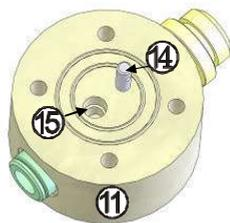
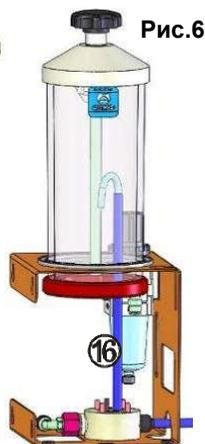

Рис.5
Рис.6
6.3.5 замена приемного штуцера (14), шайбы (11) (рис.5,6), для чего:
- заменить вышедшие из строя штуцер и/или шайбу, переставив в отверстие (15) трубку (16);
- установить шайбу на место и закрутить винты (рис.6).
Засорение приемного штуцера (14), рис.5	Вынуть из основания с помощью карцанг, прочистить отверстия, установить обратно. Или обратиться в сервисный центр